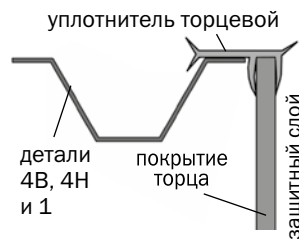

Рис.17
4. Подровняйте ножом покрытие по дугам **4и** и **4в**, а затем установите уплотнительный профиль в соответствии с **рис.17**.